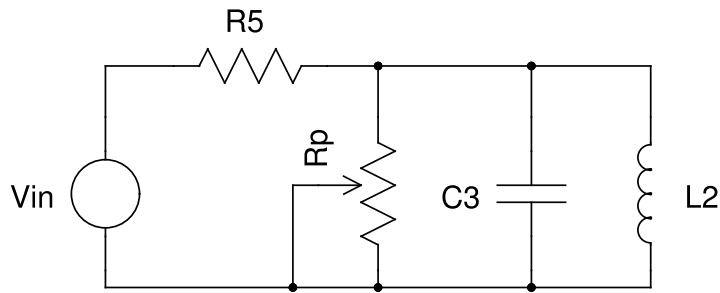

Figura 7.4
7. Repita os procedimentos 1–6 para o circuito da figura 7.4, onde $R_5 = 10k\Omega$.
16. Repita os procedimentos 1–15 para o circuito da figura 7.4, onde $R_5 = 3,6k\Omega$;